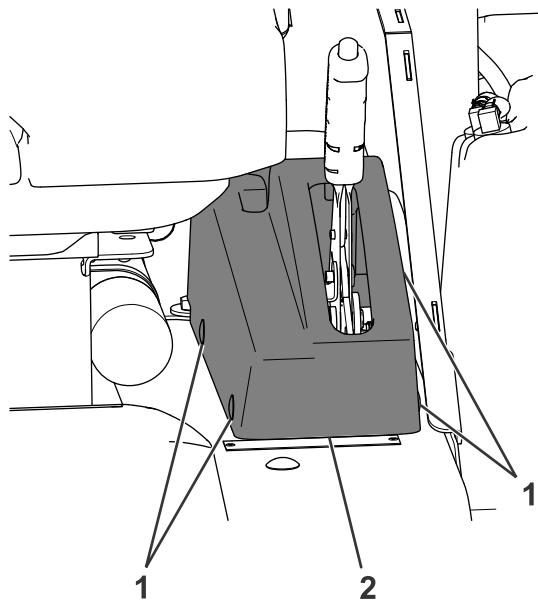

Рисунок 2
3. Снимите и удалите в отходы пластмассовые заглушки, которые крепят кожух стояночного тормоза к машине (Рисунок 2). Снимите кожух стояночного тормоза.
- Установите ранее снятый кожух стояночного тормоза, используя 4 новые пластмассовые заглушки, чтобы прикрепить его к машине (Рисунок 2).